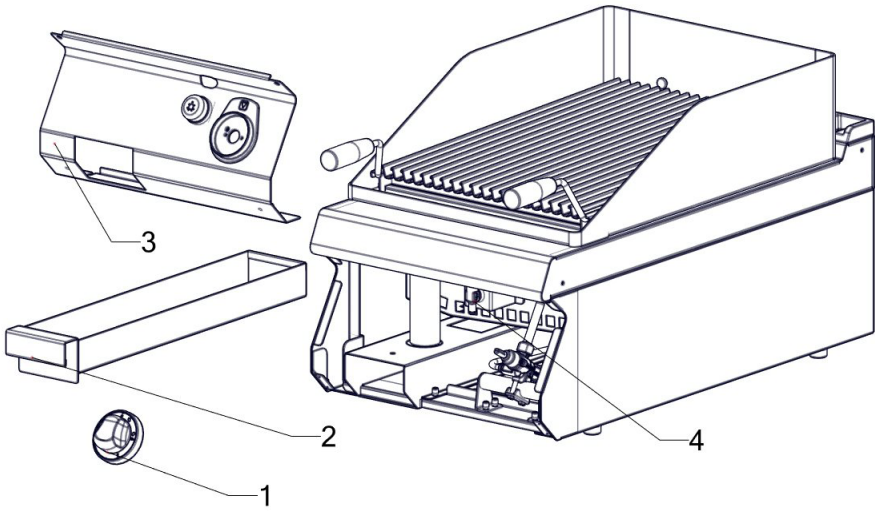

Abb. 2
- 4) Demontieren Sie die Sicherungsmutter (Abb.2, Anm.5)
- 5) Ziehen die Luftzufuhr (Abb.2, Anm.6)
- 6) Gemäß der Abb. 2 schrauben wir die Düse aus dem Hauptbrenner heraus und ersetzen sie durch die Düsen gemäß der Tabelle „DIE TECHNISCHEN DATEN“.